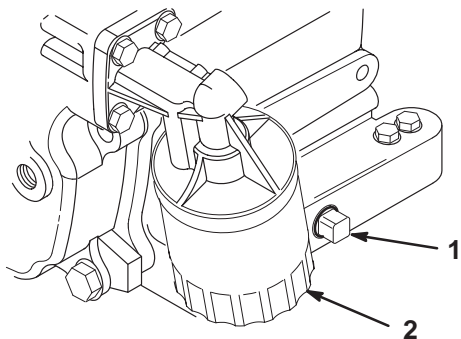

Bild 20
5. Entfernen Sie die Ablassschraube (Bild 20) und lassen das Öl in ein Auffanggefäß ab. Drehen Sie, wenn das Öl vollständig abgelassen ist, die Ablassschraube wieder auf.
2. Entsorgen Sie den alten Ölfilter (Bild 20). Ölen Sie die neue Dichtung am Ölfilter leicht mit frischem Öl ein.